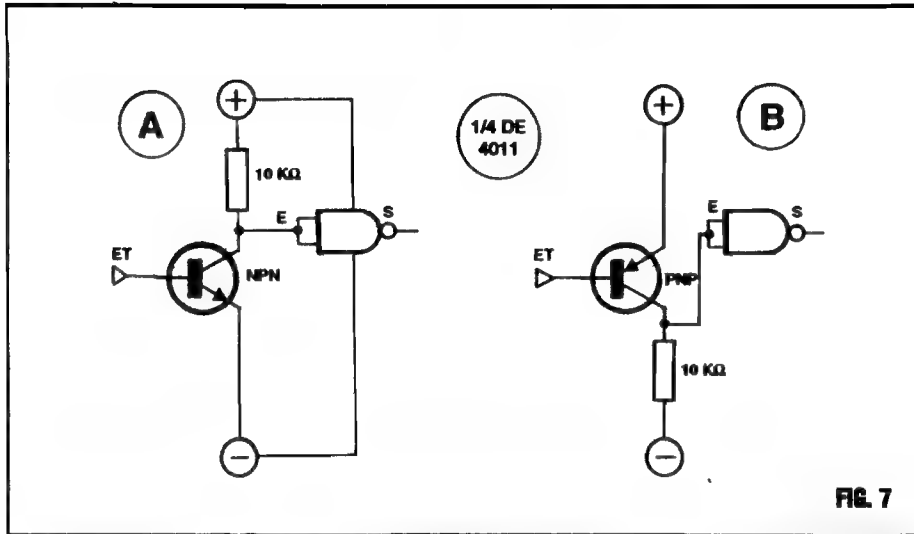

FIG. 7
- FIG. 7 - TEM UMA "RENCA" DE MANEIRAS DE EXCITAR UMA ENTRADA C.MOS... - Sempre considerando a elevada impedância de Entrada, e a amplitude da gama de Tensões de alimentação dos Integrados C.MOS, configura-se uma enorme versatilidade ou "universalidade" dos blocos digitais (gates ou outros...) dessa tecnologia! Assim, é muito fácil excitar corretamente uma Entrada C.MOS digital, a partir de arranjos simples e diretos, baseados em inúmeros componentes discretos comuns, ou mesmo Integrados de outras tecnologias... Nos dois diagramas da figura temos alguns exemplos "clássicos" de como excitar "digitalmente" uma Entrada C.MOS através de um transistor bipolar qualquer, e cujo comando - como se vê - poderá ser feito através do seu terminal de base, como é convencional (Vocês já aprenderam isso...). No caso 7-A, en-